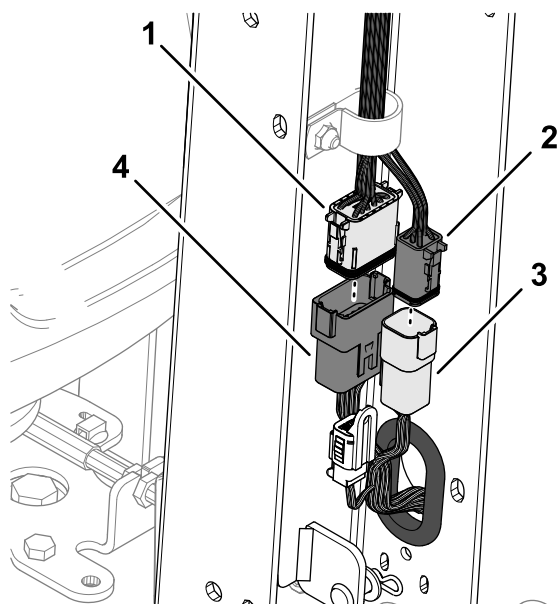

Figura 9
2. Collegate il connettore a 12 pin del cablaggio preassemblato della macchina al connettore a 12 prese del cablaggio preassemblato della maniglia (**Figura 9**).